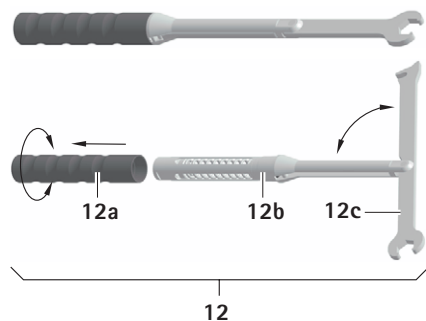

Abb. 3
- Griff **12a** entgegen der Pfeilrichtung aufschieben und aufschrauben, siehe Abb. 3.